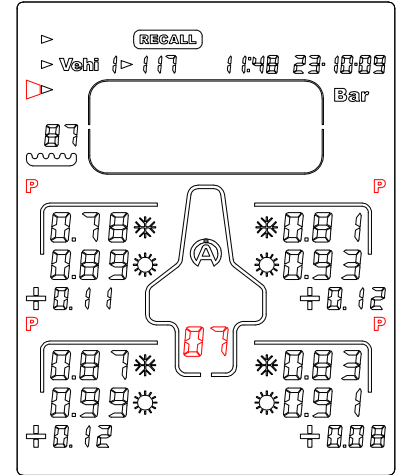

Figure 10
4) Avec le bouton  ou , sélectionnez le « **CADRAN** » (figure 10)
Sur l'exemple « Figure 10 », le Tyrecontrol affiche pour le véhicule 1, la première phase de données du dernier « Set » enregistré, c-à-d les pressions des pneus avant  et après  course + les écarts.